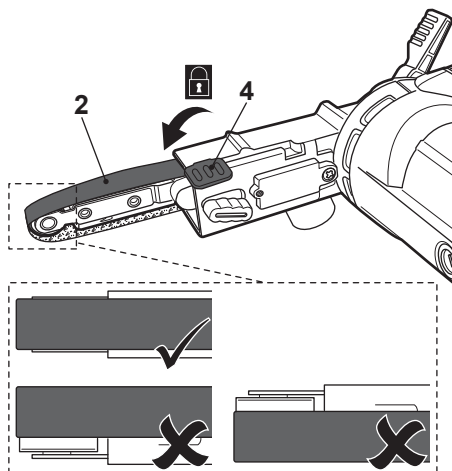

Fig. 3
- > Volte a colocar a alavanca de sujeição (4) na sua posição inicial. Puxe a correia abrasiva (2) suavemente para comprovar que está bem colocada (Fig. 3).